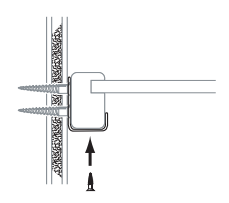

FIG. 5.4
9. Fije el estante a todos los ganchos en L usando tornillos N° 4 de 3/4 pulg. (Fig. 5.4)
10. Repita el proceso para cada estante (A).